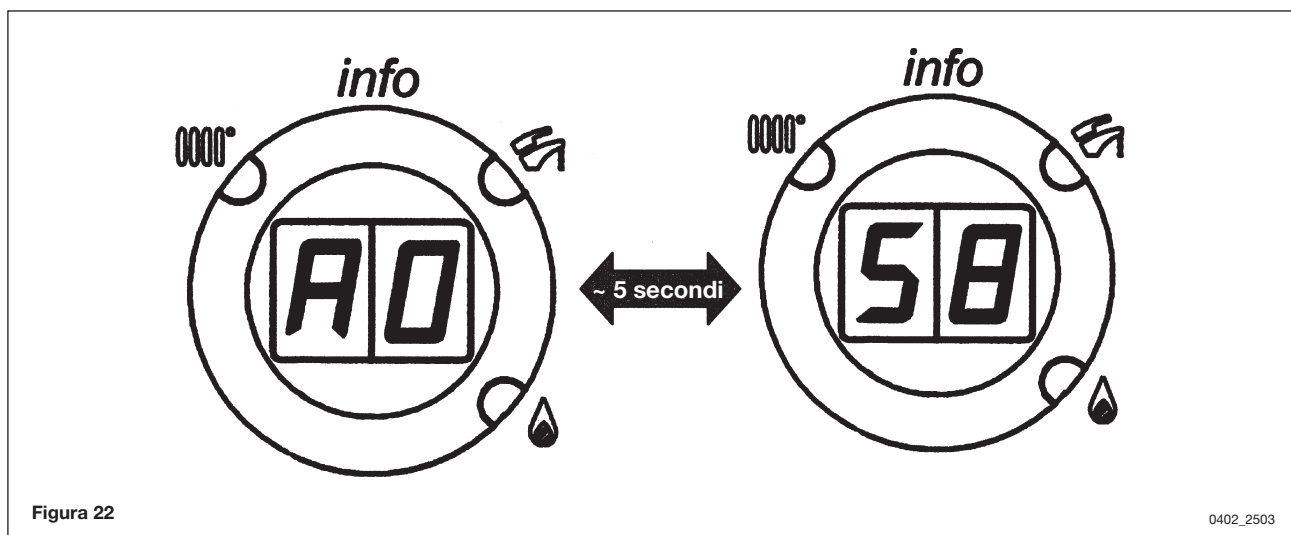

Figura 22
**NOTA :** quando la funzione "INFO" è attiva, sul display (5 - figura 1) è visualizzata la scritta "A0" che si alterna nella visualizzazione (~ 5 secondi) al valore di temperatura sanitaria **A.C.S.** (figura 22).